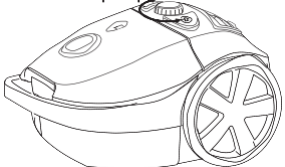

Figura 7 Regolatore della forza aspirante
- È possibile regolare la forza aspirante mediante l'apposito regolatore (vedere la figura 7). Ad esempio, quando si usa l'aspirapolvere su mobili rivestiti o tende è consigliabile diminuire la forza aspirante. In questo modo si evita che il tessuto possa essere tirato dalla spazzola aspirante.